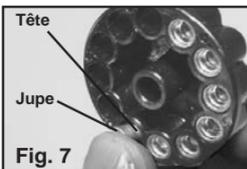

Fig. 7
- Placez un plomb de calibre 4,5 mm (.177), la tête en premier, dans chacune des chambres du chargeur, en vous assurant que les dents de positionnement sont en direction opposée de vous (Fig. 7). Pour éviter que les plombs se coincent ou se déforment, assurez-vous que la jupe de chaque plomb soit au niveau ou légèrement sous le niveau de la surface de la chambre à plomb.